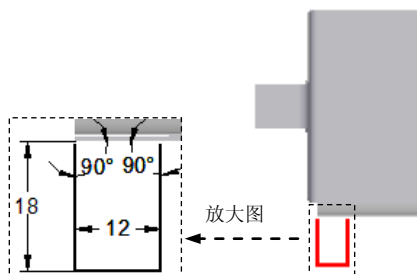

图 3.6.28 编辑草图
(4) 定义弯边尺寸。单击“轮廓步骤”按钮, 编辑草图尺寸如图 3.6.28 所示, 然后单击  按钮, 退出草图绘制环境。